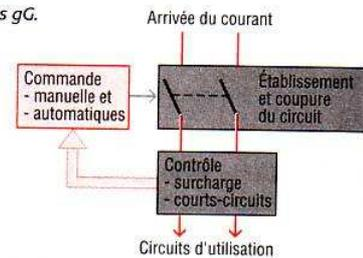

Fig. 7 : Schéma fonctionnel.
3.2. Étude fonctionnelle (fig. 7)